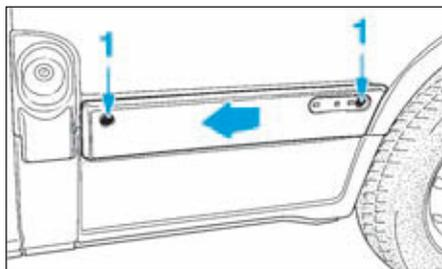

FIG.132
- Déposer les vis de fixation (1) (Fig.132).